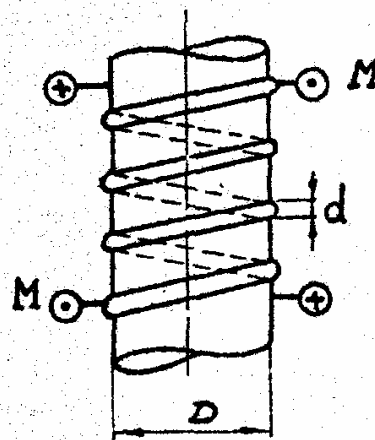

Рис. 8
**Задача 8.** Цилиндрическая витая пружина со средним диаметром  $D$ , навитая из проволоки диаметром  $d$ , надетая на цилиндрический стержень с натягом  $\delta$  (рис. 8). Определить момент  $M$ , который надо приложить к концам пружины, чтобы давление витков пружины на стержень обратилось в нуль. (Натягом называется разность между диаметром стержня и внутренним диаметром пружины.)